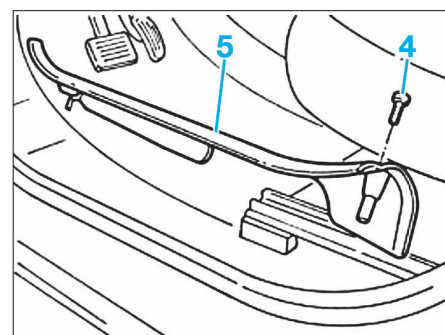

FIG. 100
• De chaque côté, déposer la vis (4), puis décliper le seuil de porte (5) (Fig.100).